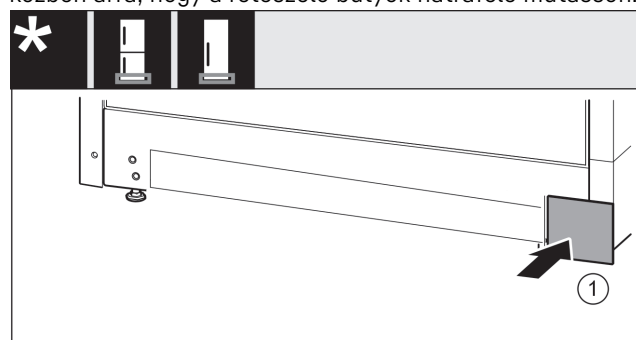

Fig. 16
- Tegye vissza a fedelet Fig. 16 (1) a másik oldalra.